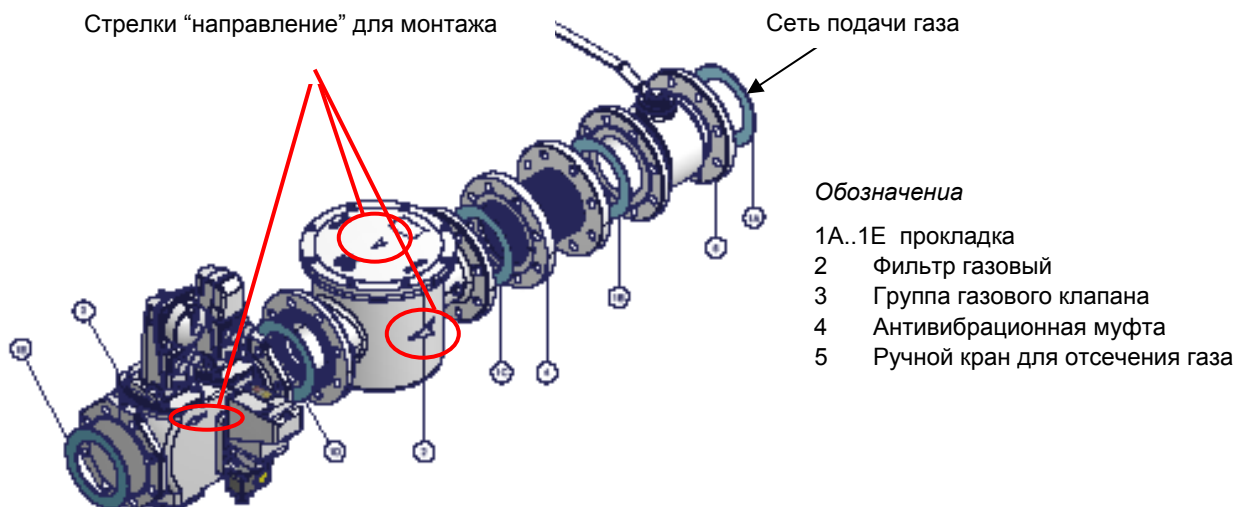

Рис. 5 - Пример газовой рампы
- 1-б) при фланцевых соединениях: между соседними компонентами устанавливать прокладку (1А..1Е - Рис. 5), совместимую с используемым газом,
ВНИМАНИЕ: после монтажа газовой рампы согласно схеме на Рис. 5, необходимо провести тестирование на герметичность газового контура, согласно требований действующих нормативов
<p>ВНИМАНИЕ: после монтажа газовой рампы согласно схеме на Рис. 5, необходимо провести тестирование на герметичность газового контура, согласно требований действующих нормативов.</p>